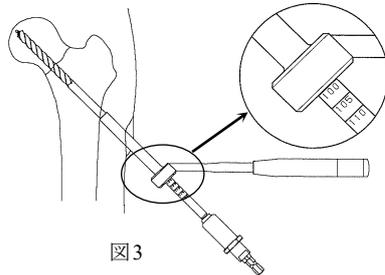

図3
- ドリルスリーブを介して、6.7 中空ドリルにて、ガイドピンが骨頭を貫通しないようイメージインテンシファイヤー (X 線透視) で確認しながら骨頭軟骨下までドリリングし、ドリルスリーブ先端が確実に骨面に接触した状態で、目盛りを読み取ります。(図3)